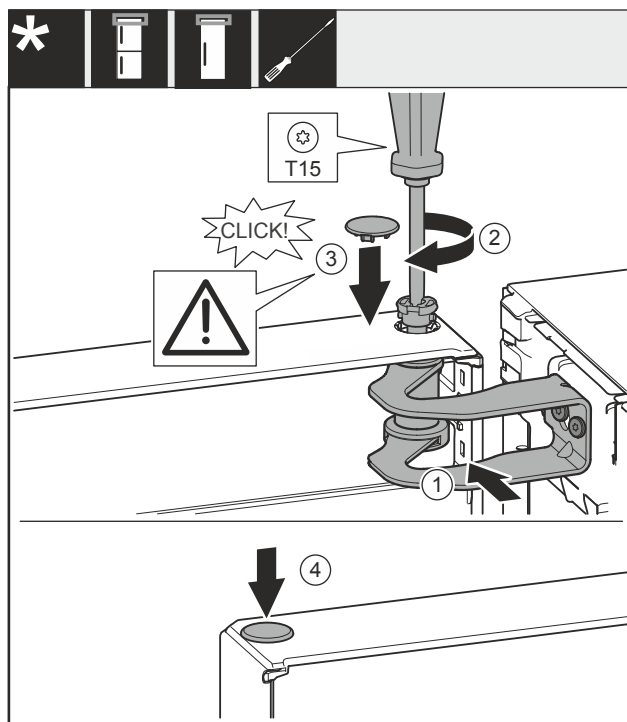

Fig. 37
- ▶ Вирівняйте двері з отвором в опорному кронштейні Fig. 37 (1).
- ▶ Вставте палець Fig. 37 (2) і закрутіть його викруткою.
- ▶ Вставте кришку Fig. 37 (3).
- ▶ Перевірте, щоб кришка Fig. 37 (3) щільно прилягала до дверей.
- ▶ Вставте кришку Fig. 37 (4).